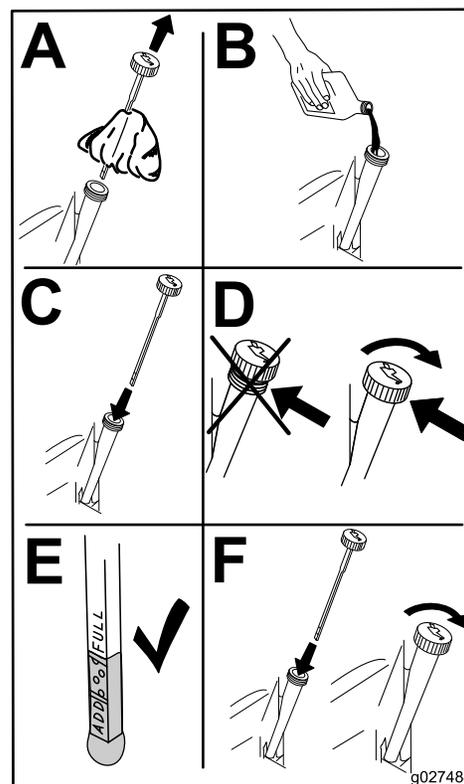

Рисунок 24
- Медленно залейте примерно 80% указанного количества масла в маслозаливную горловину (Рисунок 24).
- Подождите 3–5 минут, пока уровень масла не установится, прежде чем проверять его (Рисунок 24).